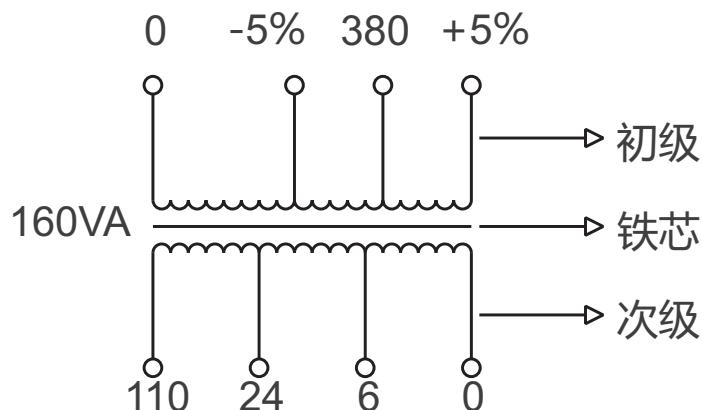

图3 连续式中间带抽头绕组
3.2.3 变压器的线圈也有多绕组多抽头的形式，就是利用抽头的方式在次级上抽得相应的所需电压；此种方法只有特殊订货时使用，此种变压器应参考附件说明进行使用，以免发生超容量烧坏变压器的事故。形式见图3。
图3例如JBK-160型，容量160VA，输入(380±5%)V，输出110V,24V,6V因为次级有抽头电压6V, 24V, 当只使用最高电压110V时, 110V可达到额定容量160VA, 次级电流=160/110=1.5A, 则当110V, 24V, 6V单独或同时使用时的总电流之和不能超过1.5A; 即无论输出电压是单独使用或二组以上同时使用时, 其负载的总电流不能超过变压器的次级电流值。
6.1 购买前，先估算好您所使用的电器总容量，参考图1~图3的结构，选用留有一定余量的变压器，确保瞬时起动时不烧坏变压器。
6.2 本变压器严格按照国家有关标准设计生产，当您使用多抽头电压的变压器，应按图3，例题计算后使用，总之无论您使用哪种变压器其电流总和不能超过该变压器的额定电流值。
8.1 变压器的型号、规格、容量、初、次级电压及次级电压的容量分配或参考图1-图3的举例来选择适合您自己的产品。